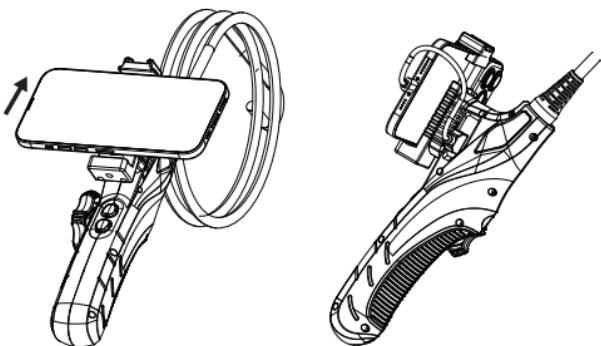
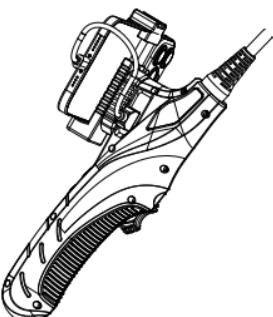

Рис.6
Рис.7
- 4) Закрепите смартфон в держателе (рис. 6), подключите один конец кабеля к разъему USB устройства, а другой конец кабеля – к смартфону (рис. 7). Важно! ваш Android-смартфон должен поддерживать функцию OTG и подсоединение внешней камеры.